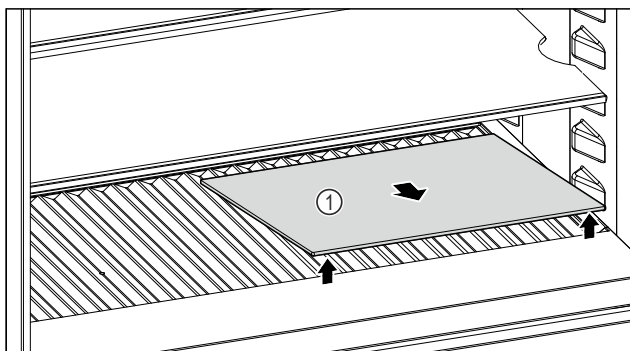

Fig. 206
- Sklenú dosku Fig. 206 (1) na vybraní vpredu nadvihnite a vytiahnite.
- Sklenú dosku Fig. 206 (1) bezpečne uchovávajte mimo zariadenia.